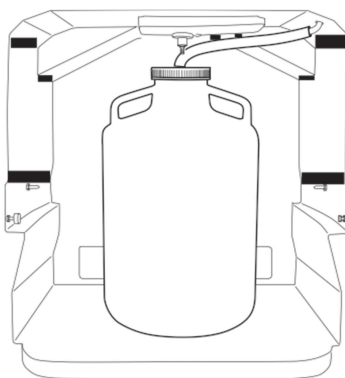

Figure 2-6 Configuration à 1 flacon en PE de 20L avec tuyau de prélèvement introduit dans l'orifice de la capsule
6. Introduisez le tuyau de prélèvement dans l'orifice (voir Figure 2-6).